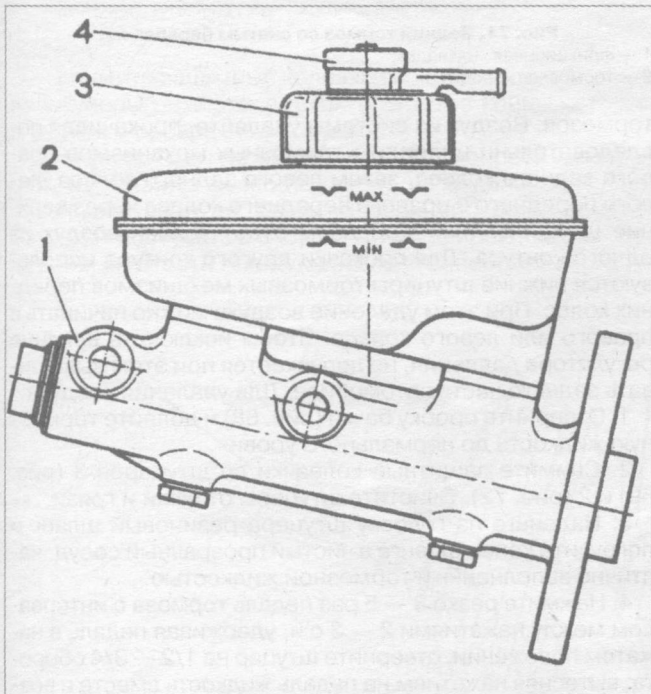

Рис. 68. Бачок главного тормозного цилиндра:
Уровень тормозной жидкости в бачке 2 (рис. 68) установленном на главном тормозном цилиндре 1, прове-
1. Отверните пробку бачка (рис. 68) и долейте тормозную жидкость до нормального уровня.